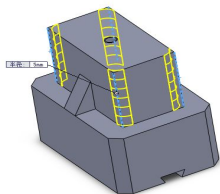

图 4-124 选择圆角边
(5) 单击【边线、面、特征和环】选择框，按住 Ctrl 键，在绘图区选择基体上部的四条边，如图 4-124 所示，最后单击【确定】按钮，完成圆角边。